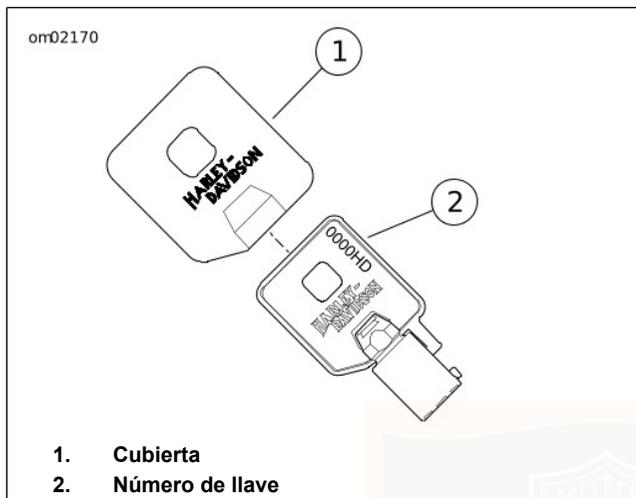

Figura 11. Llave de encendido/bloqueo de la horquilla
Vea Figura 11. Si se pierde, un concesionario Harley-Davidson puede reemplazar la llave en base a un número único de llave. El número de la llave (2) está estampado en la parte superior de la llave debajo de la cubierta plástica (1). Registre el número de su llave en la línea proporcionada en la página de Información personal e Información del concesionario en la parte frontal de este Manual del propietario.